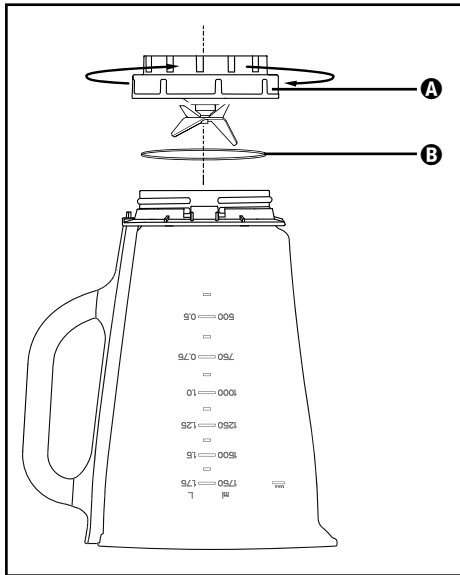

Abb. 3
- 2) Stellen Sie das Gerät auf den Kopf und drehen Sie den Aufsatz **A** gegen den Uhrzeigersinn, so dass er sich vom Mixbehälter **3** lösen lässt (siehe Abb. 3).